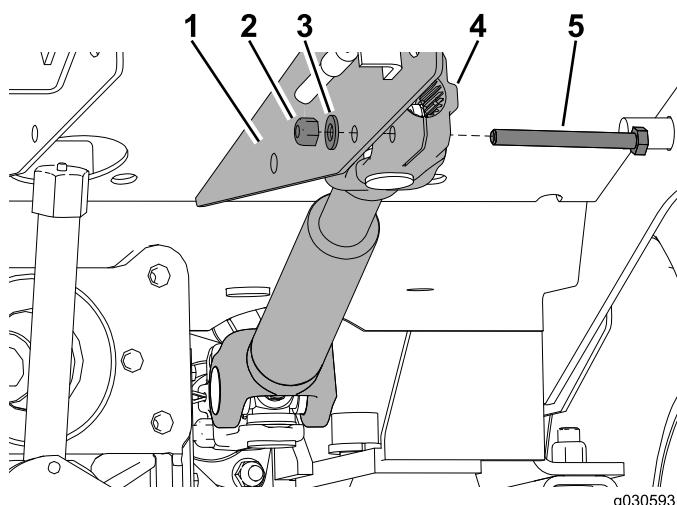

図 19
- PTOアセンブリをトラクションユニットに固定している部品を一時外して脇に置く図 19。